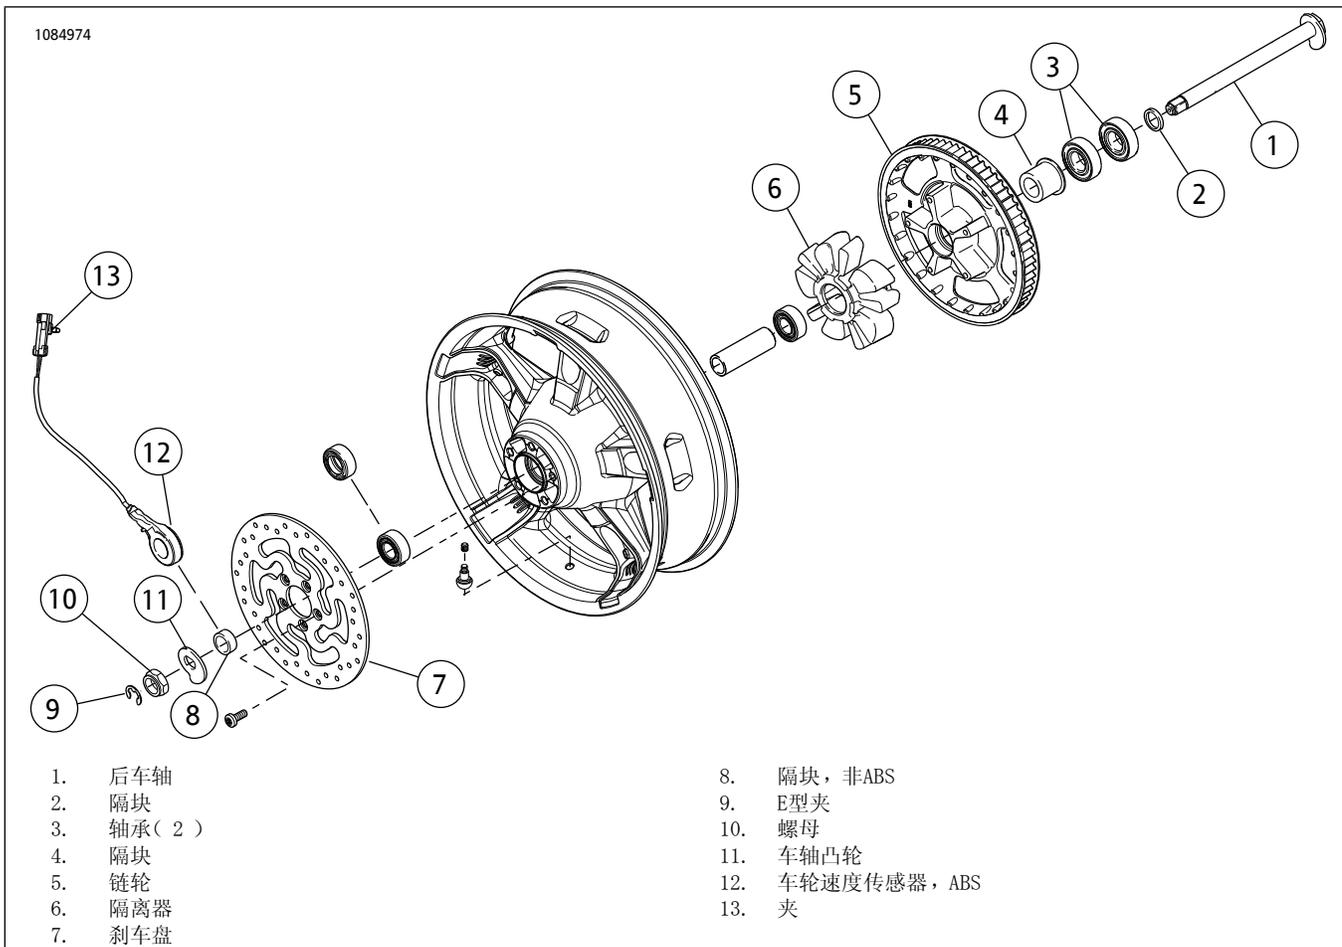

图2。要重新使用的后轮零件
3. 参见图2。拆卸和拆解现有后轮组件。重新组装需要列出的零件。参见维修手册。